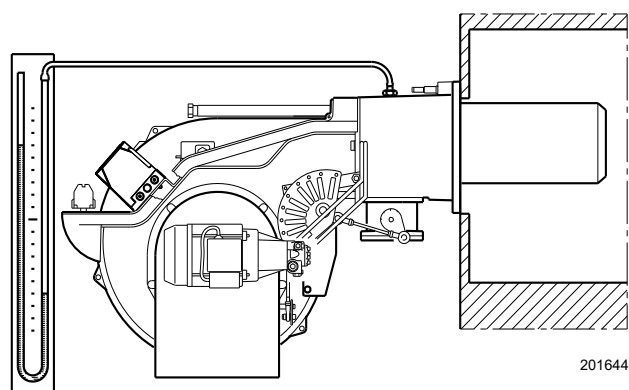

Fig. 30
- Monter un manomètre en U (Fig. 30) sur la prise de pression du gaz du manchon. Il sert à mesurer approximativement la puissance MAX. du brûleur, à l'aide du Tab. K.
L'arrivée de gaz au manchon est mise en évidence sur le manomètre en U (Fig. 30). Une fois l'allumage réalisé, passer au réglage complet du brûleur.
À titre d'orientation, on peut le trouver dans le Tab. K, à la page 21, il suffit de lire la pression du gaz sur le manomètre en U, voir Fig. 30, à la page 25, et suivre les indications.